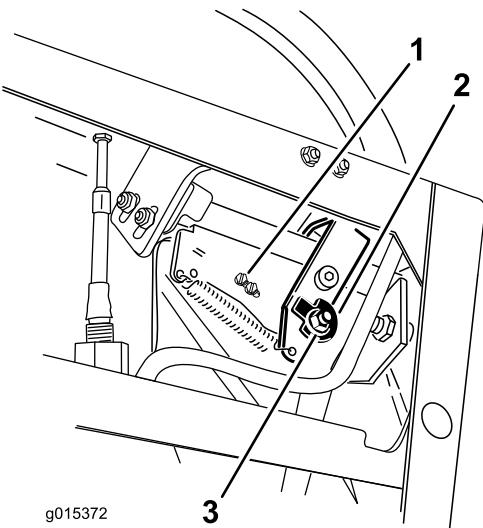
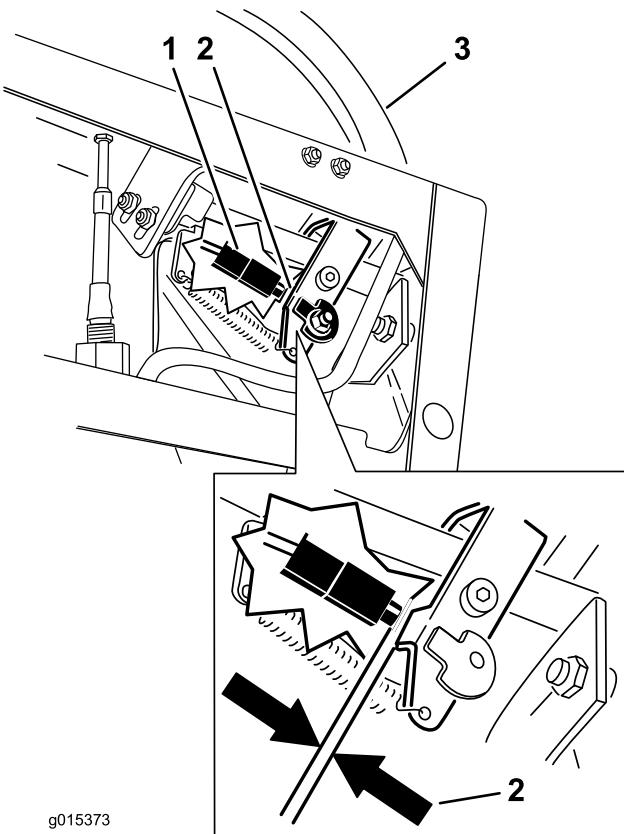

Figura 17
Figura 18
6. Solte a porca e o parafuso que fixam o excêntrico (Figura 17).
9. Verifique a folga entre a alavanca do controlo e o interruptor como apresentado em Figura 18. A folga tem de ser de 3 mm com a alavanca direita de controlo de movimento na posição de desbloqueada em ponto morto.
10. Se necessário, desaperte os parafusos que fixam o interruptor e ajuste o interruptor (Figura 17 e Figura 18).